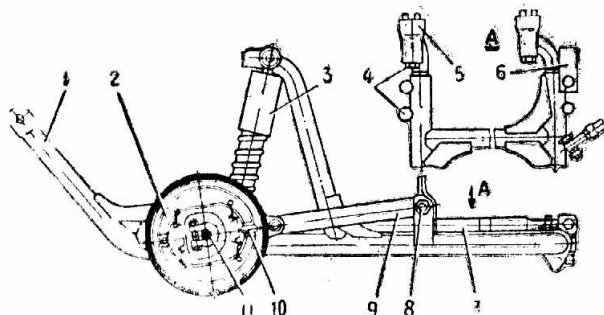

Рис. 39. Рама бокового прицепа:
- снять пластину 6 (рис. 39);
Угол развала вертикальной оси мотоцикла от $0^{\circ}30'$... $2^{\circ}30'$ отрегулировать изменением длины растяжек (рис. 39); к левой стороне переднего колеса мотоцикла приложить линейку 500...600 мм. Из верхней точки касания линейки с шиной колеса опустить отвес. Расстояние между отвесом и нижней точкой касания линейки с шиной колеса должно быть 5...25 мм.
Для смазки втулки рычага подвески 9 (рис. 39) отвернуть гайку оси подвески 8, выбить ось, вынуть втулки. Промыть и смазать детали, сборку производить в обратном порядке.